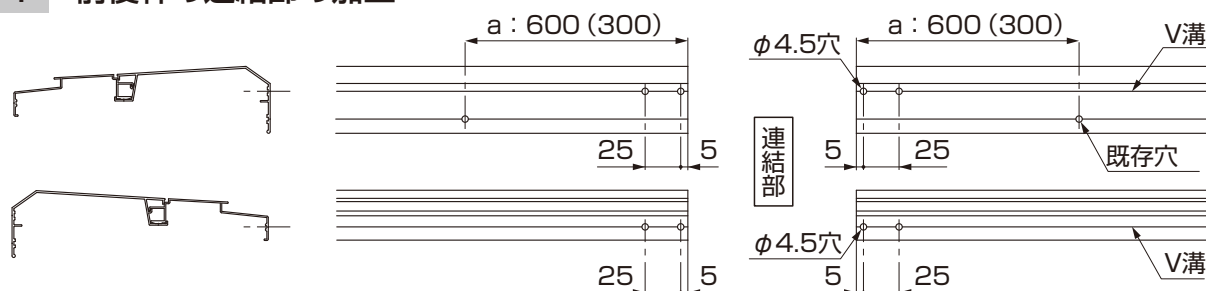
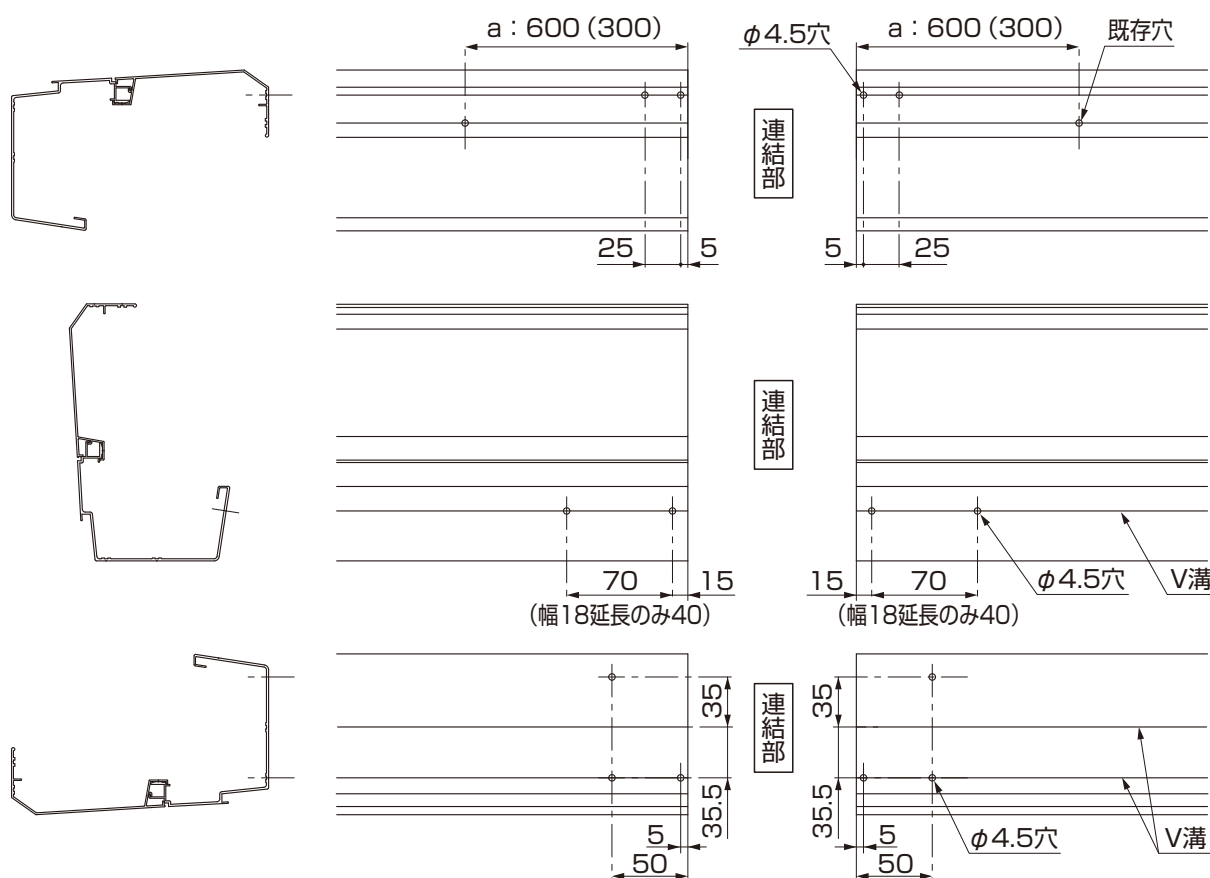

図5-1 前後枠（水上）の加工
図5-2 前後枠（水下）の加工
- ①図5-1、図5-2を参照して、前後枠に穴加工をしてください。